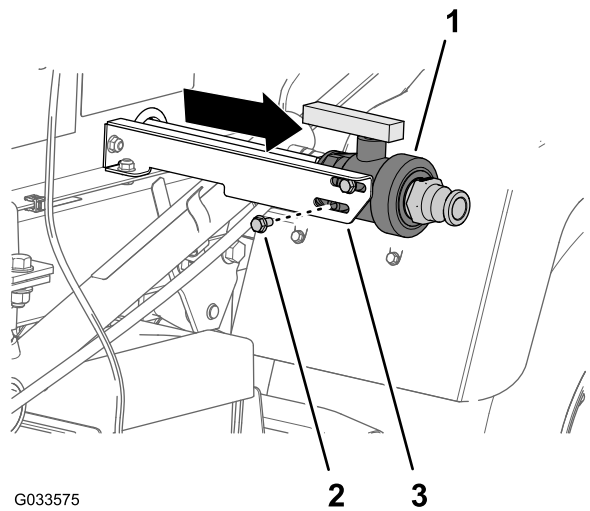

Figure 14
4. Déplacez le robinet de vidange vers l'extérieur, au bout des fentes du support, et serrez les 2 boulons à embase à la main (Figure 14)